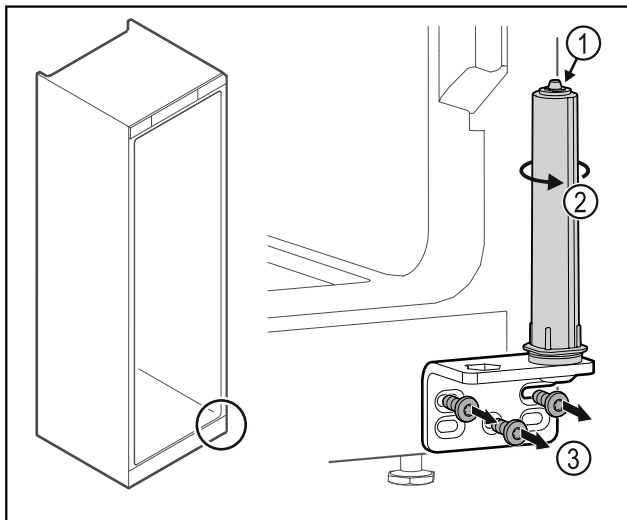

Fig. 46
- ▶ Не разбирайте систему закрытия двери Fig. 46 (1).
- ▶ Поворачивайте систему закрытия Fig. 46 (2) до щелчка.
- ▶ Отвинтите шарнирные уголки Fig. 46 (3).